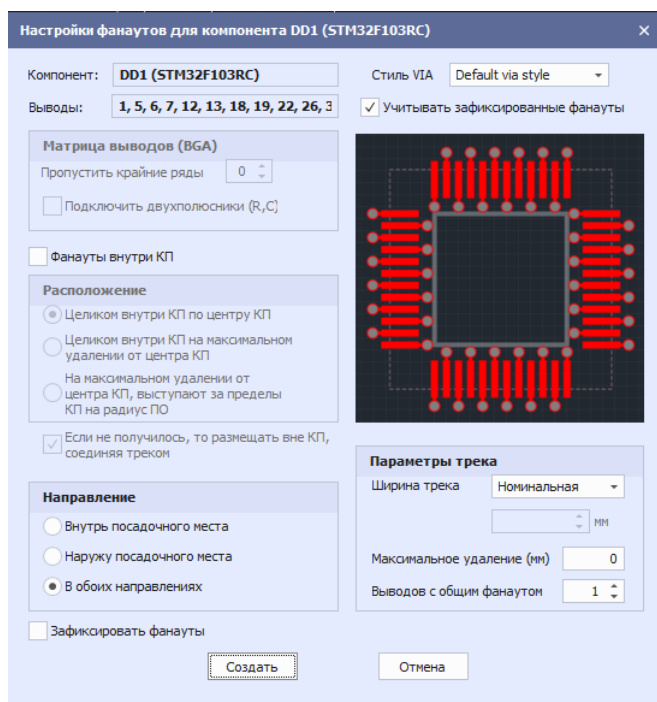

Рис. 266 Окно «Настройки фанатуов»
3. Задать нужные параметры построения фанатуов в окне «Настройки фанатуов» и нажать кнопку «Создать», см. Рис. 266. Подробнее